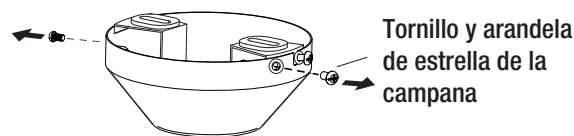

Figura 4
- Retire el soporte de montaje (A) de la campana (B) aflojando los dos tornillos y las arandelas de estrella de la campana ubicados en las ranuras en forma de L. Retire los dos tornillos y las arandelas de estrella de la campana en los orificios redondos y guárdelos para el uso posterior. Esto le permitirá extraer el soporte de montaje (A). (Figura 4)